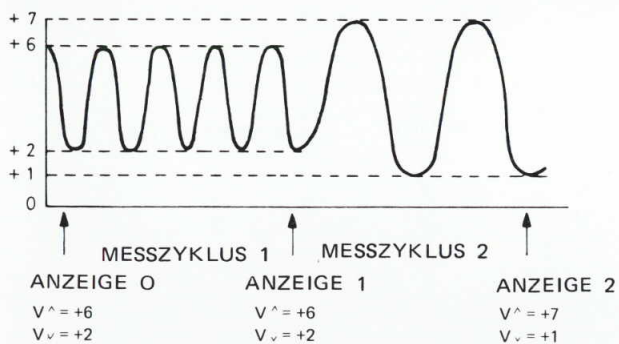

Abb. 18. Messung von V^{\wedge} und V_{\vee} bei internem Start.
- Interner Start der Messungen (INT START, Abb. 18)